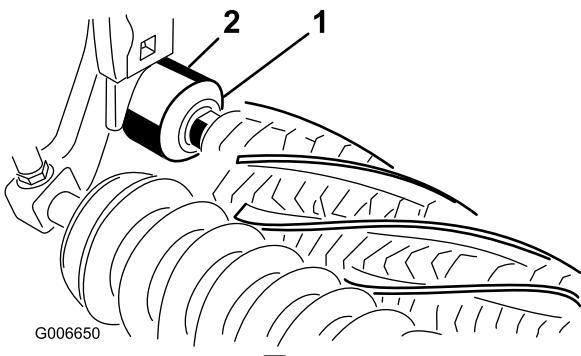

図 10
19. 各エクスクルーダシールのリップがそれぞれのベアリングハウジングに軽く接触すること図 10。